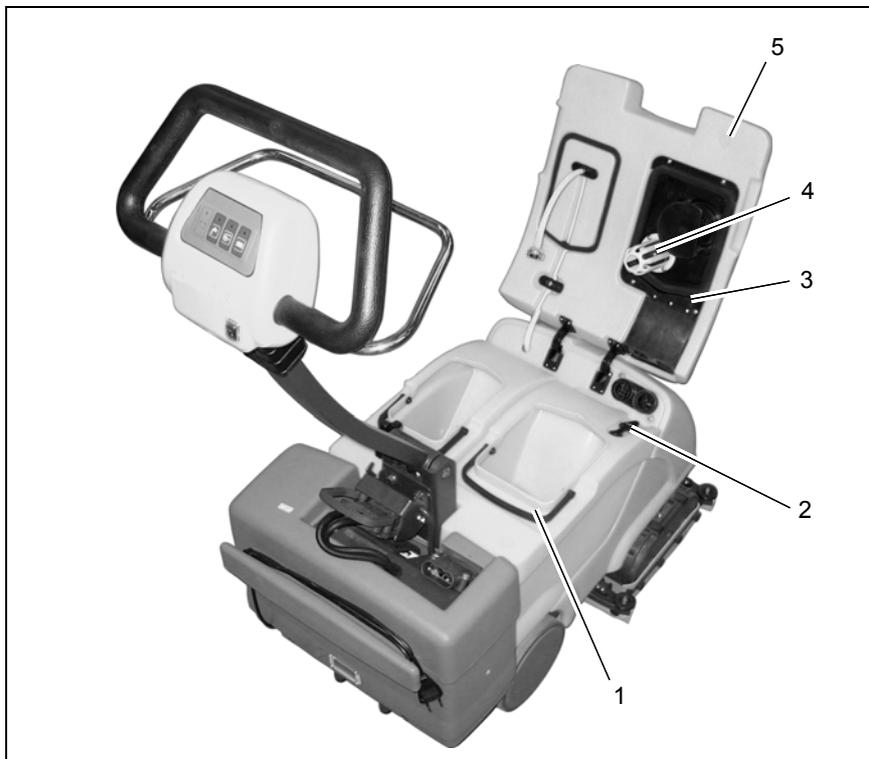

Fig.17
Limpe o tanque de água suja (Fig. 17/1) todos os dias ou quando necessário.
2. Abra a tampa e remova o tanque de água suja (Fig. 17/1).
3. Dirija-se a um local apropriado para esvaziar o depósito, abra a torneira de descarga (Fig. 17/2) e esvazie-o completamente.
Verifique as vedações da tampa (Fig. 17/3) semanalmente e limpe ou troque se necessário.
2. Abra a tampa e remova a vedação (Fig. 17/3) da tampa.
Verifique o funcionamento do filtro de ar (Fig. 17/4) diariamente e limpe-o se necessário. O filtro de ar pode ser facilmente desmontado com o sistema de clip.